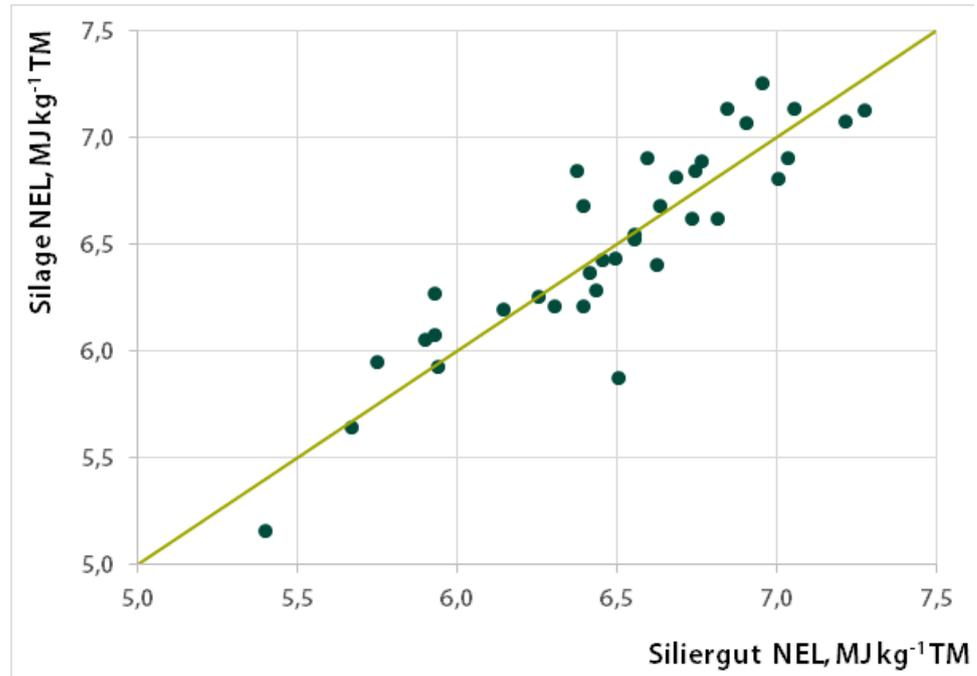

Abbildung 6: Vergleich der Energiekonzentration (hier als Netto-Energie-Laktation in Megajoule pro Kilogramm Trockenmasse) von Siliergut und Silage (2015-2017)
Abbildung 6 und Abbildung 7 zeigen, dass es unter Praxisbedingungen gelingt, die Futterqualität des Siliergutes in der Silage weitgehend zu erhalten.
- ❖ Abbildung 6: Vergleich der Energiekonzentration von Siliergut und Silage (2015-2017) - 30